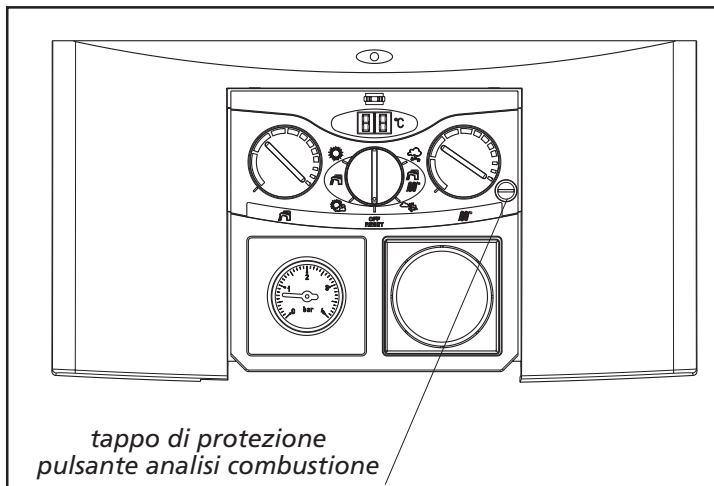

Fig. 6.1
- svitare con una moneta il tappo di protezione del pulsante analisi combustione (fig. 6.1);